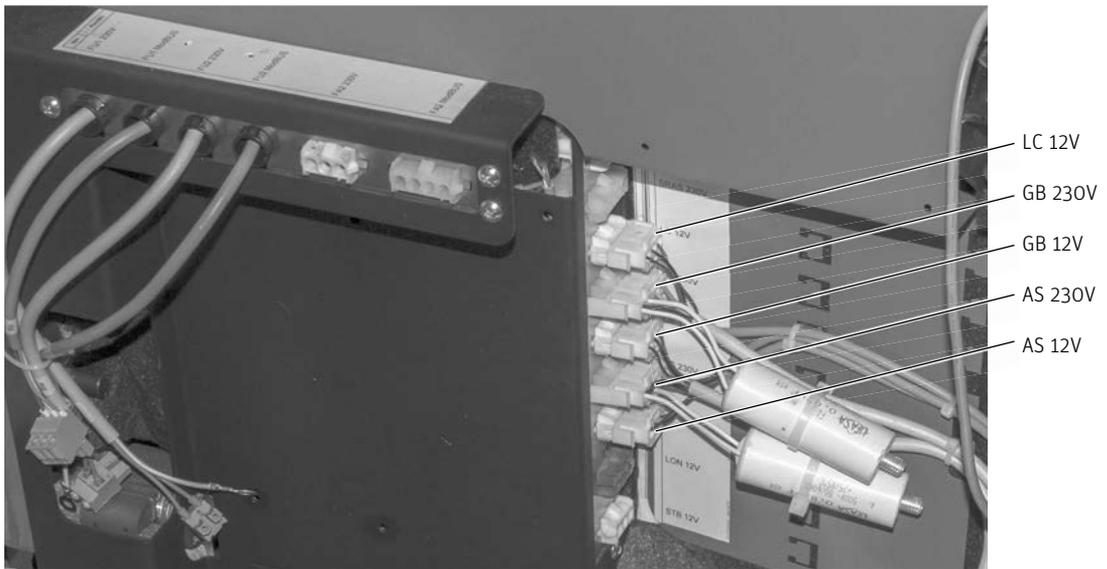

Fig. 33 Inserire 3 interruttori di prossimità e 2 motori
- Inserire 3 interruttori di prossimità (LC 12V, GB 12V, AS 12V) e 2 motori (GB 230V, AS 230V) - Fig. 33.